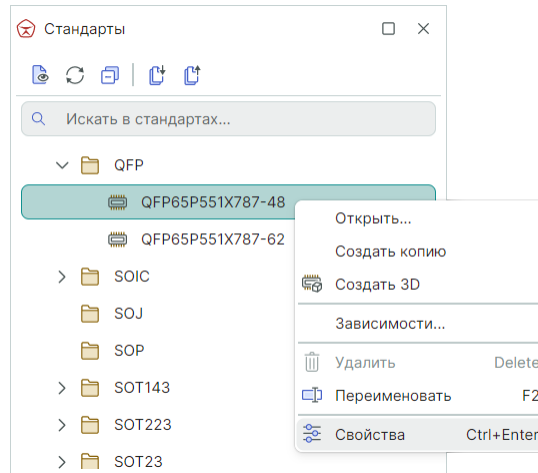

Рис. 118 Просмотр свойств корпуса
2. Вызовите контекстное меню и выберите пункт «Свойства» или воспользуйтесь горячими клавишами «Ctrl+Enter», см. Рис. 118.